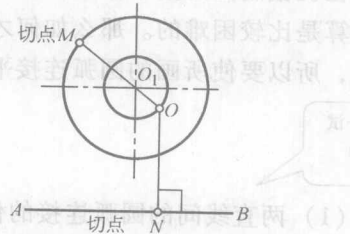

图 1-6 圆弧和直线间的
3) 作  $ON$  垂直于直线  $AB$ , 垂足为  $N$ ; 连接  $OO_1$  并延长交已知圆弧于  $M$  点,  $M$ 、 $N$  即为连接圆弧的切点, 如图 1-6 所示。